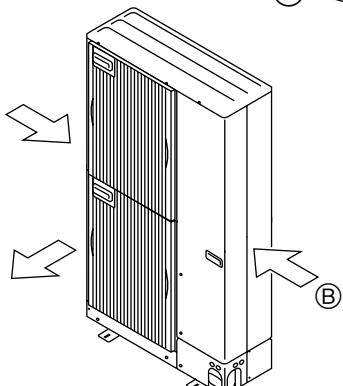

Fig. 2-5
- ③ Plaats het apparaat indien mogelijk zo dat de luchtinlaat in dezelfde richting blaast als de seizoenswinden. (Fig. 2-5)